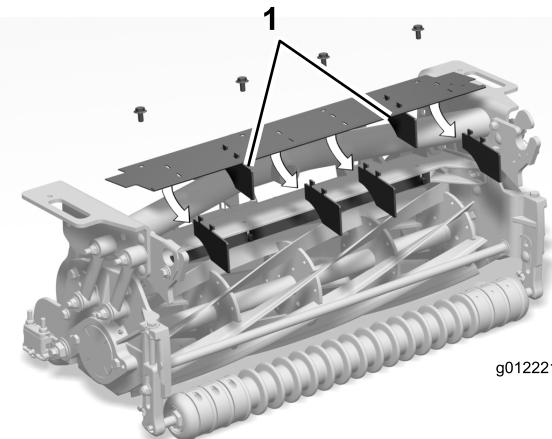

Figura 9
1. Retire las 2 palas centrales y la de cada extremo del deflector, dejando únicamente las dos indicadas en Figura 9.